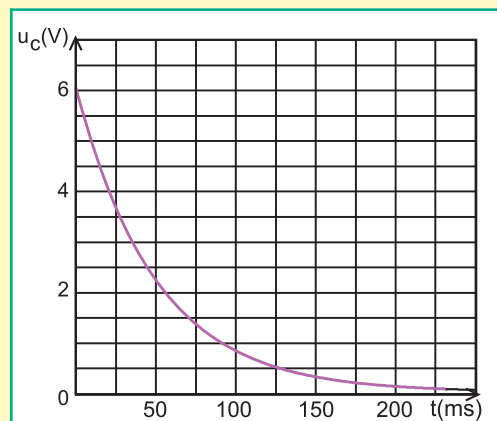

Fig.3
2°) On bascule le commutateur dans la position 2, le condensateur se décharge complètement dans le résistor de résistance  $R_2 = 1 \text{ k}\Omega$  au bout d'une durée  $t = 250 \text{ ms}$ . La courbe de décharge  $u_C(t)$  est représentée sur la figure 3.
b) Le traçage de la tangente à la courbe de décharge de la figure 3,